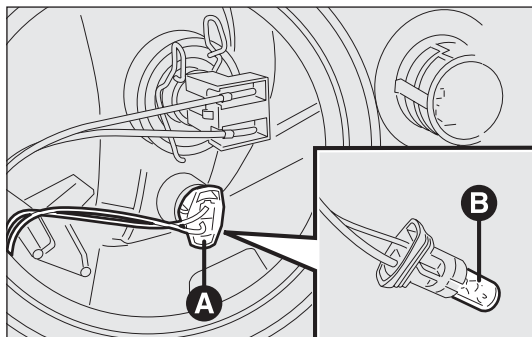

fig. 187
- trek de geklemde lamphouder A-fig. 187 los, verwijder de lamp B en vervang hem;
- plaats de geklemde lamphouder A-fig. 187;